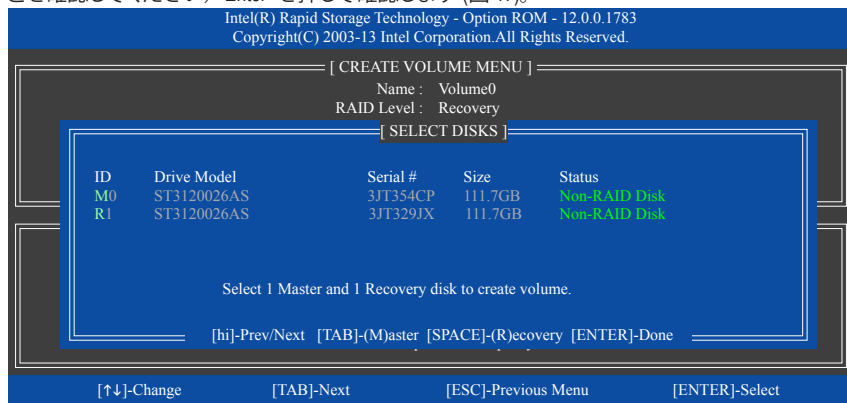

図 17
**Select Disks** アイテムの下で、<Enter>を押します。**SELECT DISKS** ボックスで、マスタドライブに対して使用するハードドライブには<Tab>を押し、リカバリドライブに対して使用するハードドライブには <Space> を押します。(リカバリドライブの容量がマスタドライブの容量より大きいことを確認してください) <Enter>を押して確認します (図 17)。